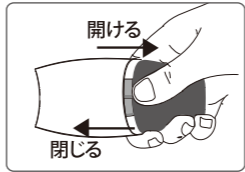

図1
- 本器の裏側にある楕円形のくぼみに親指を置いて押しながら電池カバーをスライドさせ、カバーを外します。(図1参照)
- 電池カバーは開けた方向と逆方向にスライドさせると閉まります。(図1参照)